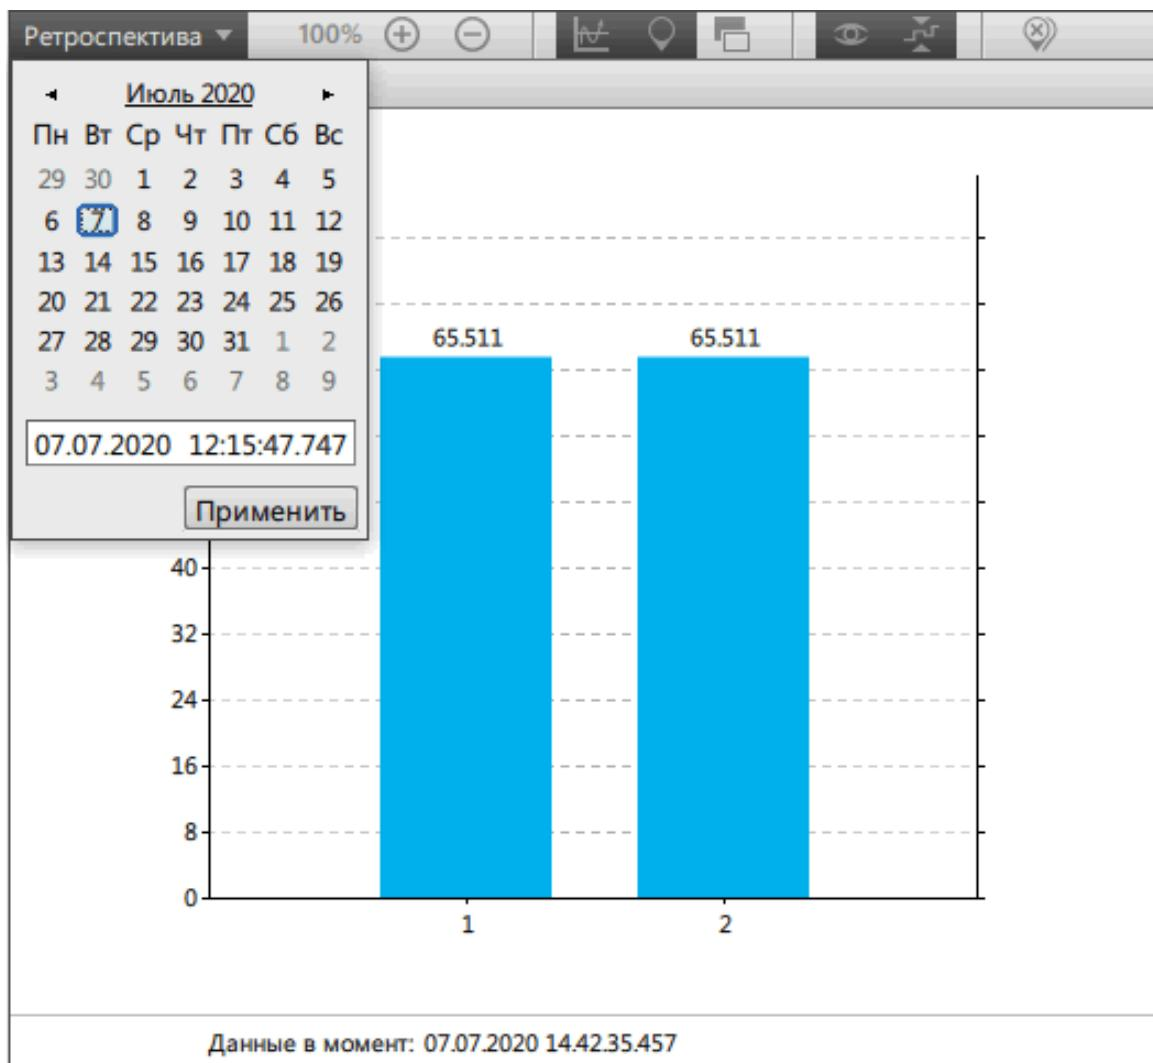

Рисунок 71 - Режим «Ретроспектива»
- Мгновенные значения.** Выбор интервала агрегации будет заблокирован. Станет доступным режим **Ретроспектива** (Рисунок 71), при котором отображаются мгновенные значения за указанный момент времени. Режим мониторинга при этом отключится.